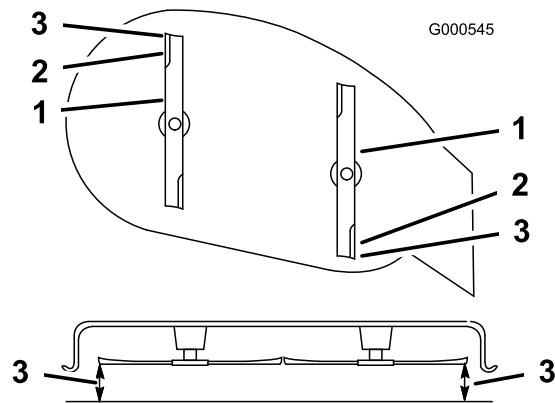

Figure 37
- Mesurez la distance entre le haut de la lame avant et la pointe de la lame arrière par rapport à la surface plane (Figure 37). Si la pointe de la lame avant n'est pas de 1 à 6 mm plus basse que la pointe de la lame arrière, réglez le contre-écrou avant.
Remarque: Poursuivez le réglage de l'écrou jusqu'à ce que la pointe avant de lame soit de 0 à 6 mm plus bas que la pointe arrière (Figure 37).